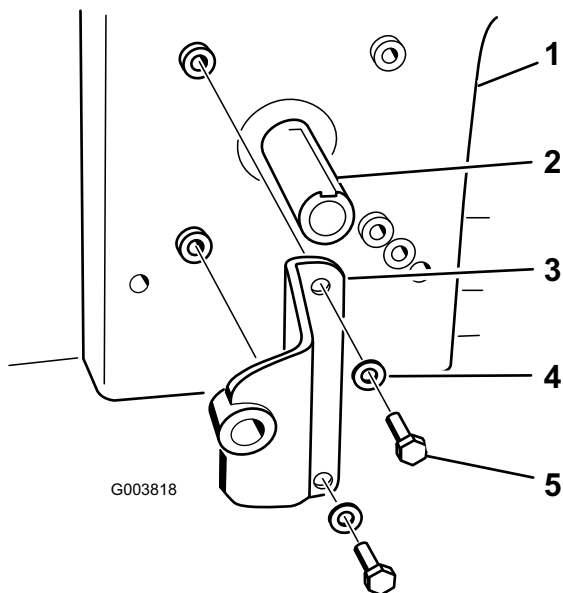

図 18
- ボルト (5/16 x 3/4 インチ) 2本を使って、エンジンにポンプ・ブラケットを取り付ける。ポンプ・ブラケットの正しい取り付け位置については、図 18を参照のこと。